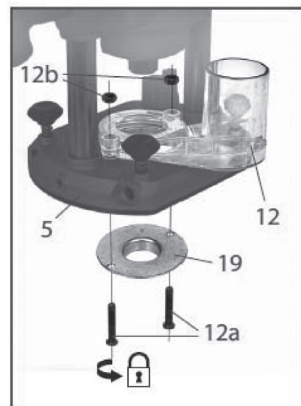

рис.10
Для осуществления фрезерования при помощи шаблона, фрезер обладает возможностью установки направляющей (копировальной) втулки (рис.10 поз.19).
- расфиксировать рычаг вертикального положения (рис.1 поз.3) для того, чтобы максимально увеличить рабочее расстояние между суппортом и опорной плитой (рис.10 поз.5);
- открутить винты (рис.10 поз.12а), крепящие патрубок пылеотвода (рис.10 поз.12) к опорной плите;
- гайки (рис.10 поз.12b) и патрубок пылеотвода с опорной плиты не снимать;
- установить в отверстие пластиковой подошвы опорной плиты направляющую втулку (рис.10 поз.19) буртом вниз, совместив крепёжные отверстия;
- закрепить к опорной плите патрубок пылеотвода (рис.10 поз.12) и направляющую втулку винтами (рис.10 поз.12а).